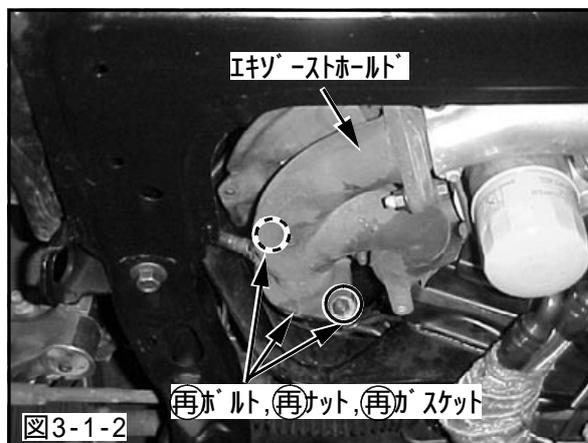

図3-1-2
(2) 再ボルト, 再ナット, 再ガスケットを使用して、サポートパイプをエキゾーストホールドに仮付けしてください。(図3-1-2)